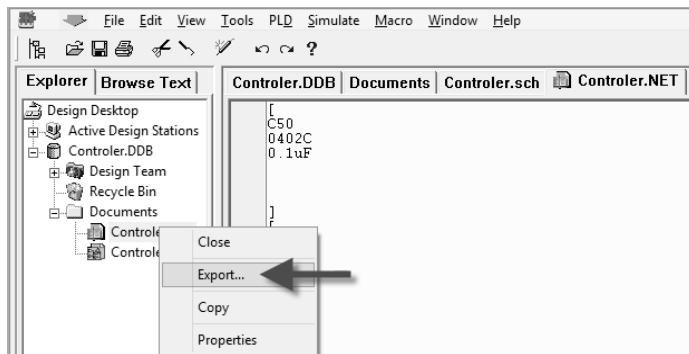

图 8-12 网表的导出
(2) 在输出的网表上单击鼠标右键，选择“Export”命令，可以对产生的网表设置路径查找，如图 8-12 所示。